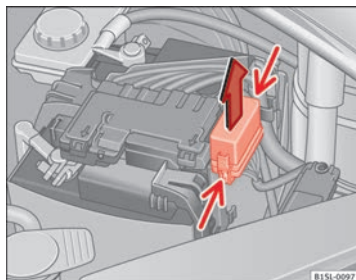

Fig. 150 Dans le compartiment moteur : cache du boîtier de fusibles.
- Appuyez sur les languettes de verrouillage dans le sens indiqué par la flèche (flèches fines) pour déverrouiller le cache de la boîte à fusibles ⇒ fig. 150.